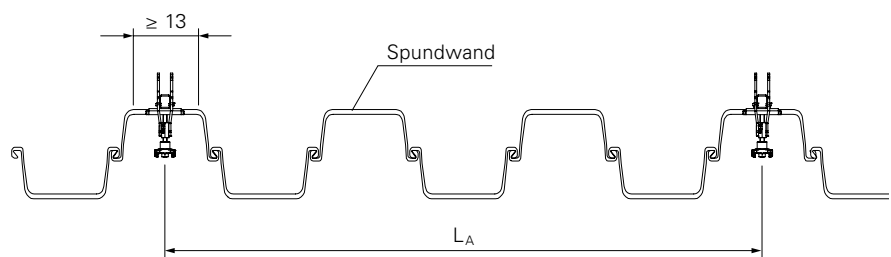

Abb. A2.10
- Achsabstand L_A in Abhängigkeit der Länge des Seitenschutzgitters, siehe Kapitel Auswahl. (Abb. A2.10)
- Auflagefläche der Spundwand: ≥ 13 cm. (Abb. A2.10)